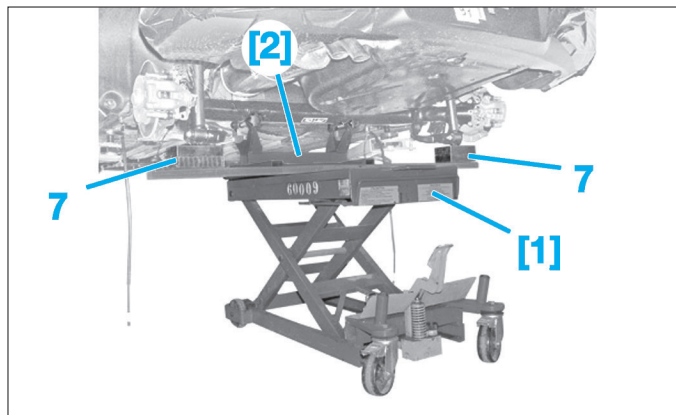

Fig. 66
- Présenter les outils [1] et [2] sous le train arrière (Fig.66).